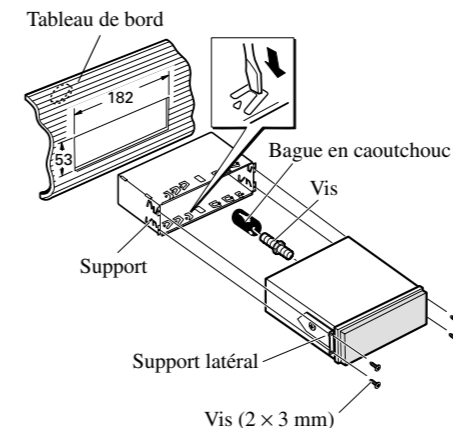

Fig. 16
2. **Installez l'appareil dans le tableau de bord. (Fig. 16)**